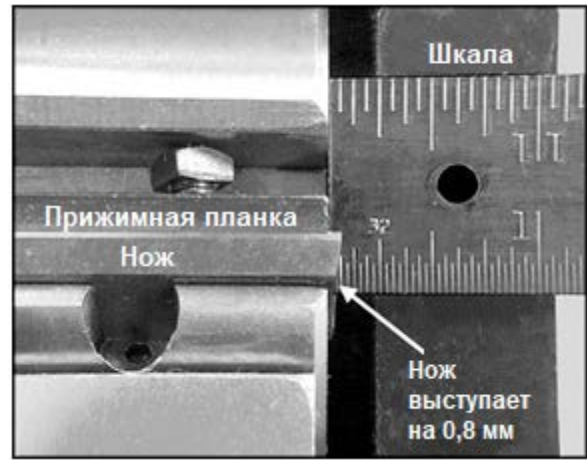

Рис. 17
**ВАЖНО:** чтобы расположить ножи для обработки шпунта, возьмите линейку с ценой деления 0,8 мм и установите ее к торцу строгального вала. См. Рис. 17. Пользуясь линейкой, выдвиньте нож на 0,8 мм. Таким образом, нож должен выступать за край строгального вала на 0,8 мм. Прижимная планка остается в прежнем положении, вровень с кромкой строгального вала. Данная регулировка обеспечивает перекрытие ножом конца прижимной планки и строгального вала, а также хороший контакт ножа с заготовкой. (Для более подробной информации по обработке шпунтов см. раздел «Основы работы на фуговальном станке».)